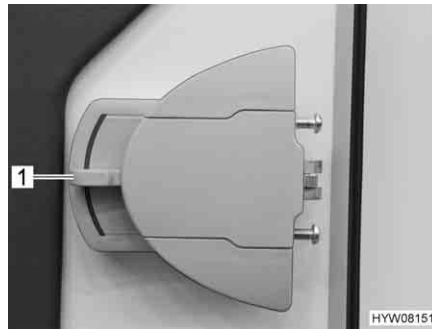

Fig. 18 Serratura della porta, lato interno
- Apertura:** ■ Premere la maniglia della porta (Fig. 18,1) verso il basso.
- Bloccaggio:** ■ Ruotare la maniglia della porta (Fig. 18,1) per circa 45° verso l'alto e lasciarla in questa posizione.